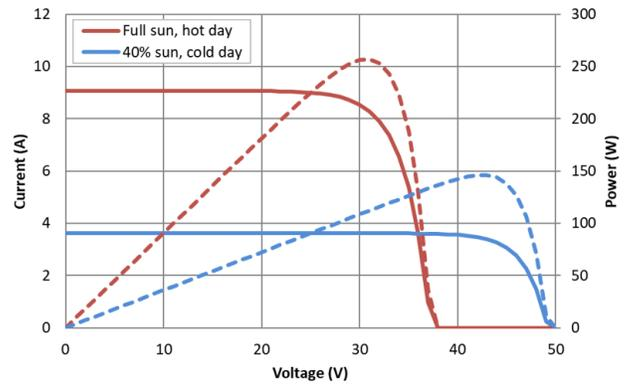

图7. 基于天气条件的 IV 曲线。
为了深入讨论这一点，我们来讨论图7中的太阳能电池板的电流-电压 (IV) 图。y 轴代表太阳能电池板的 I_{OUT} ，而 x 轴代表太阳能电池板的 V_{OUT} 。IV 图的目的是根据天气条件找到太阳能电池板可产生的 MPP。图7演示了 IV 图如何根据天气条件发生变化。